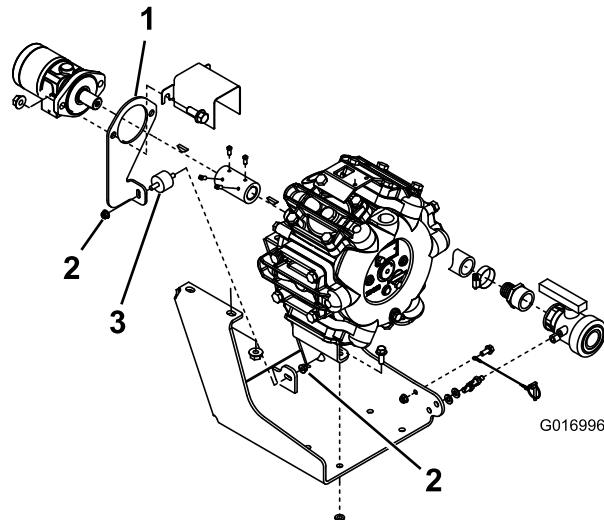

Figure 1
- Retirez les 2 écrous à embase qui fixent le bloc antivibration en caoutchouc à la plaque de support du moteur, et déposez le bloc antivibration en caoutchouc (Figure 1).